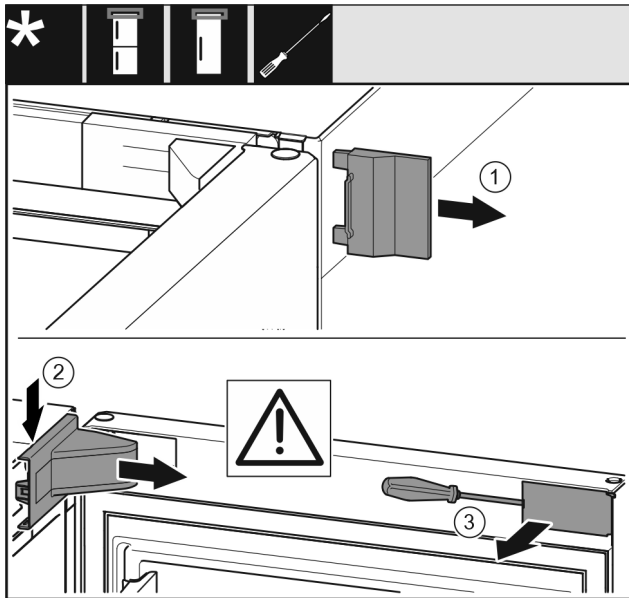

Fig. 10
- Äußere Abdeckung Fig. 10 (1) abnehmen.
- Lagerbockabdeckung Fig. 10 (2) ausrasten und abnehmen.
- Blende Fig. 10 (3) mit Schlitzschraubendreher ausrasten und zur Seite schwenken.